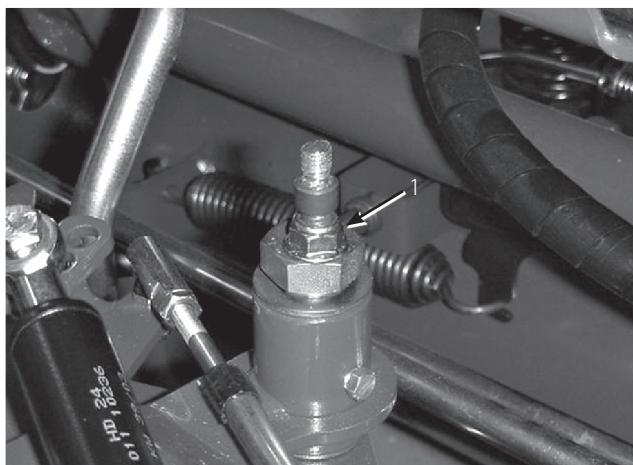

図 53
3. トラクション調整カムのロックナットをゆるめる(図53)。